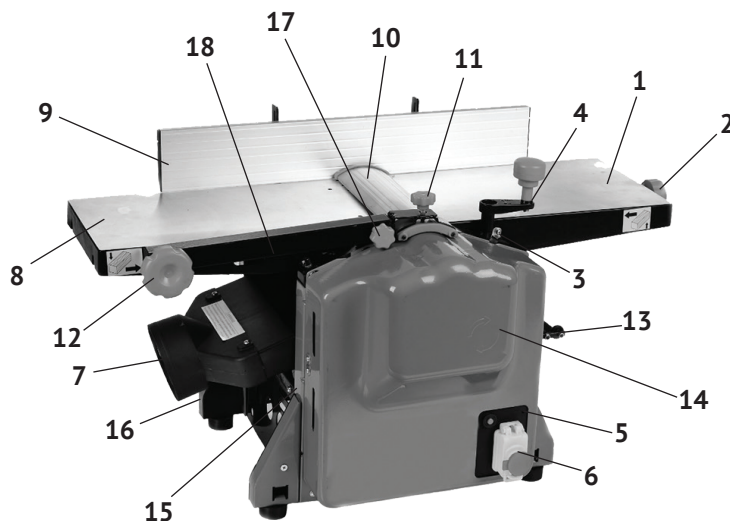
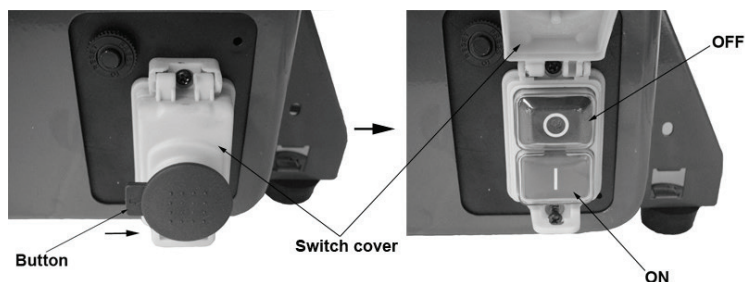
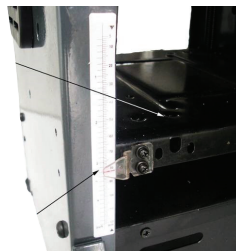
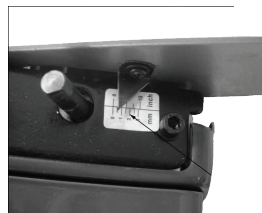

рис. 1
рис. 3
рис. 5
рис. 6
Вертикальное перемещение стола рейсмусования (рис.1 поз.13) осуществ-
вляется вручную, вращением рукоятки (рис.1 поз.4) по/против часовой стрелки.
В комплект поставки входит параллельный упор (рис.1 поз.9), крепящийся кронштейнами к суппорту задней опоры (рис.1 поз.16) станка. Упор обеспечивает при строгании вертикальную опору обрабатываемой заготовки. Возможность поворота упора на угол до 45° от вертикального положения, обеспечивает опору заготовок с не перпендикулярными углами.
Включение/отключение двигателя осуществляется выключателем (рис.1 поз.6), расположенном на передней крышке (рис.1 поз.14) станка.
4.1 Общий вид станка представлен на рис.1
4.2 Между передней (рис.1 поз.15) и задней (рис.1 поз.16) опорами размещены основные агрегаты станка (стол опорный, двигатель, строгальный барабан, валы подачи заготовки при рейсмусовании, рабочий стол рейсмуса (рис.1 поз.13), неподвижный (рис.1 поз.8) и подвижный (рис.1 поз.1) строгальные столы. Крутящий момент с якоря электродвигателя ремнём передаётся на вал строгального барабана и понижающий шестерёнчатый редуктор. Передаточный механизм (шкивы ремённой передачи, редуктор, звёздочки цепной передачи и коробка с выключателем и токовым предохранителем) закрыты металлической передней крышкой (рис.1 поз.14). В нижней части крышки находятся токовый предохранитель (рис.1 поз.5) и выключатель (рис.1 поз.6) с кнопкой аварийного отключения.
Рабочий стол рейсмуса вертикально перемещается четырьмя ходовыми винтами, приводимыми вручну вращением рукоятки (рис.1 поз.4) по/против часовой стрелки. Равномерность подъёма/опускания рабочего стола рейсмусования обеспечивается цепной передачей, расположенной под опорным столом станка.
Короб с патрубком (рис.1 поз.7) отвода стружки крепится в двух положениях, в зависимости от вида работы:
- при строгании – под неподвижным столом на рабочий стол рейсмуса, как изображено на рис.1;
Кожух защитный (рис.1 поз.10) закрывает часть барабана, не используемую (по ширине) при строгании заготовки. Горизонтальное смещение и наклон кожуха фиксируются ручками-винтами (рис.1 поз.11 и 17).
Выключатель (рис.1 поз.6) расположен на передней крышке станка. Он имеет две кнопки (см. рис.3): зелёная с символом «I» - включение (ON) двигателя, и красная с символом «0» - выключение (OFF) двигателя (стандарт МЭК 60417). Нажатием на грибовидную кнопку на крышке выключателя («Button»), крышка выключателя закрывается, что приводит к экстренному отключению двигателя.
- прикрутить рукояткой-фиксатором (рис.1 поз.12) кронштейн (рис.1 поз.18) с закреплённым на нём кожухом (рис.1 поз.10) к неподвижному строгальному столу (рис.1 поз.8);
- закрепите короб отвода стружки (рис.1 поз.7) на рабочем столе рейсмуса винтом и надвинуть на него патрубок.
Шкала глубины строгания расположена на задней опоре (рис.1 поз.16) станка, цена одного деления – 1 мм. Стрелка-индикатор глубины строгания закреплена на рабочем столе рейсмуса (см. рис.5).
При вращении ручки вертикального перемещения рабочего стола (рис.1 поз.4) по часовой стрелке рабочий стол рейсмуса (рис.1 поз.13) поднимается вверх, при вращении против часовой стрелки – опускается вниз.
Поместив заготовку на рабочий стол рейсмуса, обрабатываемой плоскостью вверх, к барабану, поднять её, вращением рукоятки (рис.1 поз.4), до касания валов подачи и барабана. Отметить на шкале толщину необработанной заготовки. Допустим она составила 105 мм. Необходимая толщина обработанного изделия – 100 мм. Разницу – 5 мм, учитывая максимальную глубину строгания за один проход - 2 мм, можно удалить за три прохода: 2 + 2 + 1 мм. Устанавливая последовательно по шкале значения 103, 101 и 100 мм для каждого прохода, получим нужную толщину изделия.
- вращением рукоятки (рис.1 поз.2) переместить регулируемый строгальный стол (рис.1 поз.1) для установки необходимой глубины строгания за один проход (см. рис.6).
Поворот рукоятки по часовой стрелке – уменьшение глубины строгания, поворот против часовой стрелки – увеличение глубины строгания. Установка глубины контролируется перемещением стрелки-указателя, закреплённой на столе, относительно шкалы, размещённой на суппорте передней опоры (рис.1 поз.3). Цена деления шкалы – 0,5 мм;
- в зависимости от ширины заготовки, прижатой к параллельному упору (рис.1 поз.9), выставить защитный кожух (рис.1 поз.10) так, чтобы он закрывал неиспользуемую при строгании часть барабана, для этого:
- расфиксировать ручку-винт (рис.1 поз.11);